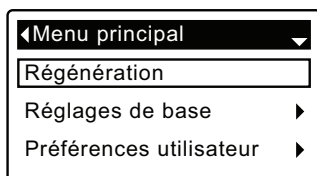

FIG. 32
2. Vérifiez que **Régénération** est mis en évidence (cf. Figure 32).